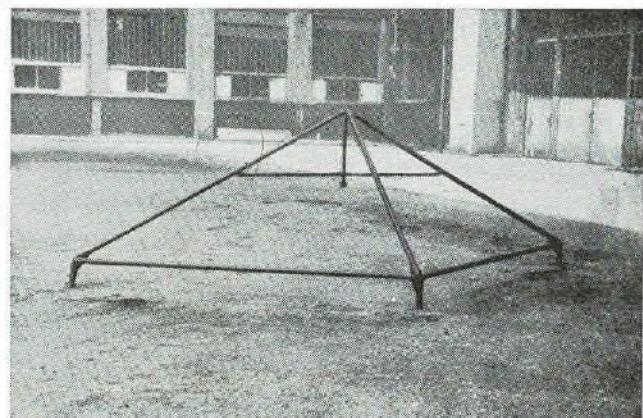

Fig. 5 - Montage à terre de la première ferme et des éléments d'abside
- Dresser une première ferme et disposer l'arbalétrier d'abside et les deux sablières d'abside en accrochant celles-ci, d'abord sur la ferme et après, seulement, sur l'arbalétrier d'abside (Fig. 5).